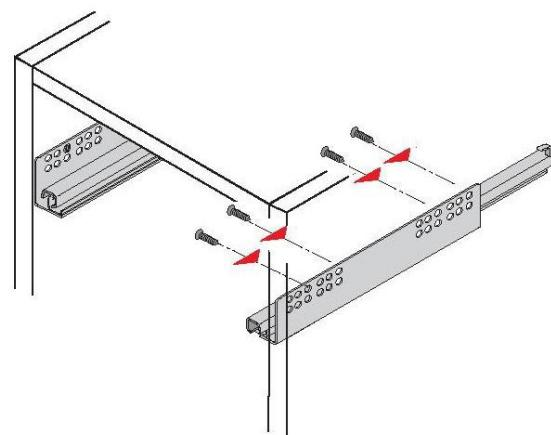

Рис. 2
3. На боковые стенки (30), (31), перегородки (36) шурупами 6,3x10,5 установить направляющие ящиков, при этом первое отверстие на боковой стенке совместить с третьим отверстием в верхнем ряду на направляющей (рис.2 и схема сборки). Также на боковые стенки (30), (31) и перегородку (35) в отверстия d=5мм установить дюбели полкодержателей DU322 (короткие).
4. На горизонтальный щит (34) установить упор для дверей саморезами 3,5x16мм.
5. На боковые стенки (30), (31) и перегородку (35) установить планки петель - нижняя для петли Slide-On 3мм, верхняя - для петли с доводчиком (MP.302.H2).
6. На полки (39), (40) установить врезные полкодержатели.